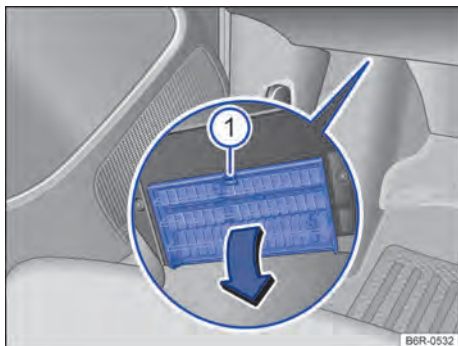

Fig. 113 No lado do condutor embaixo do painel de instrumentos: abrir a cobertura da caixa de fusíveis.
- **Abrir:** pressionar a alavanca de travamento → Fig. 113 ⓘ até que a cobertura se abra.